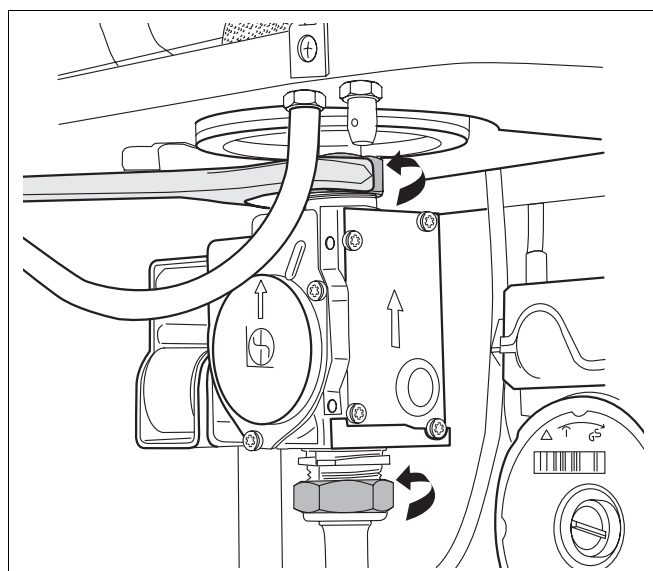

Fig. 26 Remplacer le bloc gaz du brûleur
- Dévisser les raccords vissés des supports de tube (fig. 26).